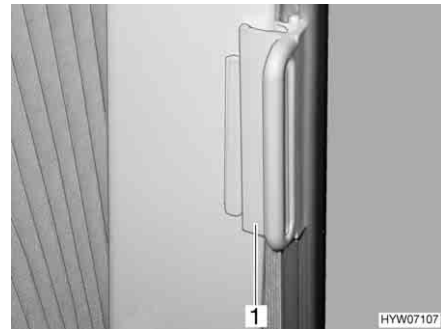

Bild 36 Lås för plisségardin
**Säkra:** ■ Skjut in handtaget (Bild 36,1) över kanten. Plisségardinerna är säkrade.